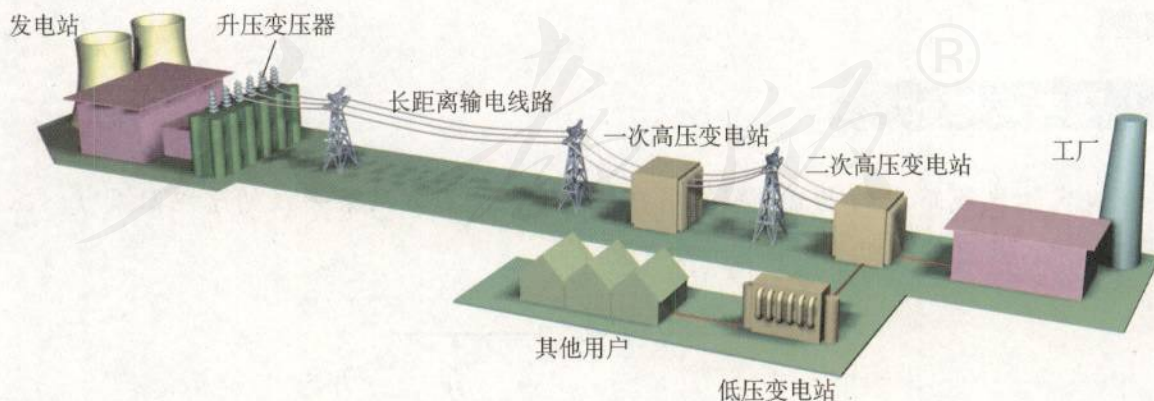

图 5.5-3 输电过程示意图
① 实际上电厂供给的电能要经过多次转换才能到达用户 (图 5.5-3), 这里只讨论原理, 所以把问题简化了。